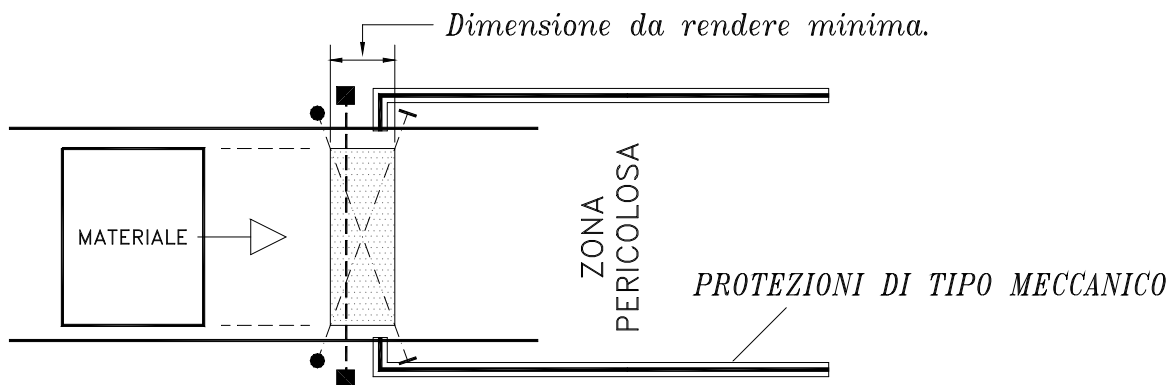

Figura 12
- la zona individuata dai punti di intercettamento e di liberazione dei raggi dei sensori 1 e 2 da parte del pallet **deve risultare la più limitata possibile (o essere adeguatamente protetta)** in modo da evitare che con Muting attivo la barriera possa essere accidentalmente attraversata (Figura 12).